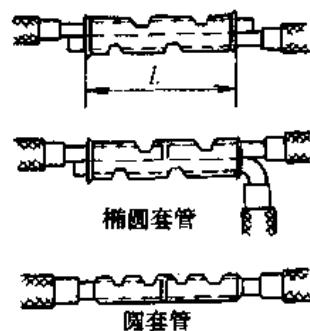

图4-11 铝导线的管压接法
- ① 根据铝线规格选择适当的铝压接管，剥去导线两端的绝缘层约 55mm 左右。
- ② 用电工刀或钢丝刷清除铝芯表面和压接管内壁铝氧化层，涂上中性凡士林油。
- ③ 把两根导线线端插入压接管，使导线线端重叠部分的长度略长于压接管。
④ 用压接钳进行压接，使压接钳压到必要的极限尺寸，并使压坑的中心线处于同一条直线上。图 4-11 所示为连接示意图。